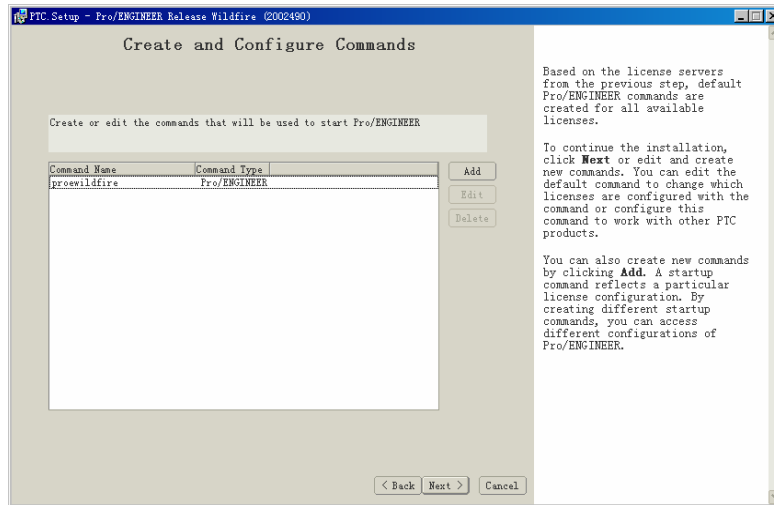

图 1.6 生成或编辑命令文件
(6) 在如图 1.6 所示的对话框中添加或者编辑用以启动 Pro/ENGINEER Wildfire 的命令文件，通常情况下，如果没有特别的需求，在这一步中可以使用默认设置，直接单击“Next”按钮，进入下一步安装界面即可。